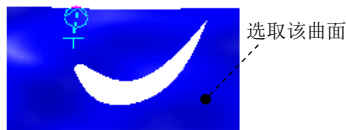
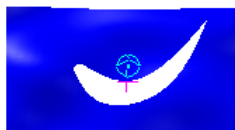

图 5.3.48 定义恢复曲面
图 5.3.49 定义恢复边线
Step3. 定义要恢复的曲面和边线。选取图 5.3.47a 所示的曲面为恢复曲面，此时在恢复曲面上出现“箭头”，如图 5.3.48 所示。拖动鼠标将“箭头”移动到图 5.3.49 所示的位置，再次单击鼠标，完成恢复曲面边界的操作。